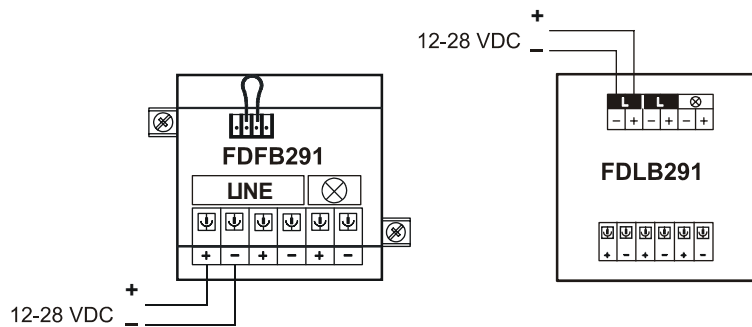

Fig. 1
1. Connect the corresponding base to a 12-28 VDC source (e.g. battery) according to the connection diagram (see Fig. 1).
1. Verbinden Sie den entsprechenden Sockel mit einer 12-28 VDC-Quelle (z. B. eine Batterie) gemäss Anschlussschema (siehe Fig. 1).
1. Raccordez l'embase correspondante à une source VDC 12-28 (par ex. une batterie) conformément au schéma de raccordement (voir Fig. 1).
1. Conecte el zócalo en cuestión a una fuente de 12-28 VDC (p. ej. una batería) siguiendo el diagrama de conexión (ver Fig. 1).
1. Collegare lo zoccolo corrispondente a una fonte VDC 12-28 (per es. una batteria) secondo la schema di collegamento (si veda Fig. 1).